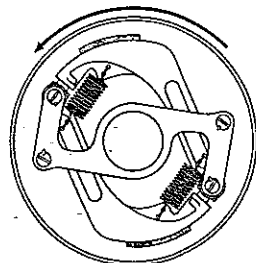

FIG. 2
De koppelingsegmenten zijn voorzien van vier gaatjes $\varnothing 2$ mm., die het inhaken van twee trekveren mogelijk maken. Om sneller aangrijpen der segmenten te verkrijgen, worden de veertjes meer naar het hart der krukas geplaatst. Omgekeerd zal de koppeling dus later aangrijpen (fig. 2 en 3).
- * Denk erom dat de koppelingsegmenten uitslaan tegen de draairichting der motor in en de stalen strips uitslaan met de draairichting der motor mee (fig. 2 en 3).